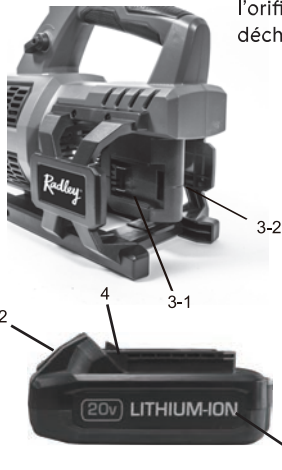

Fig. 4
1. Retirez la batterie déchargée (1) du souffleur en enfonçant le bouton de dégagement (2) de la batterie vers le bas et en faisant glisser la batterie vers l'arrière jusqu'à ce qu'elle soit dégagée de l'orifice du souffleur avec ventilateur axial sans balai (3-1 et 3-2) (figure 4).
2. Faites glisser la batterie entièrement chargée sur les clés correspondantes (4) dans l'orifice du souffleur (3-1 et 3-2), là d'où la batterie déchargée a été retirée.